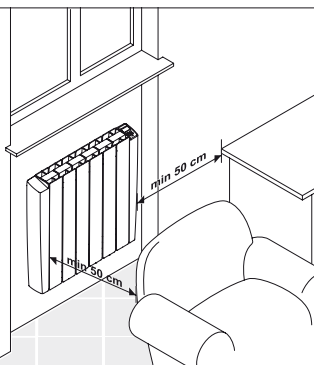

FIG. 5
- juste en dessous ou devant une prise de courant ou une boîte de dérivation (Fig. 5)